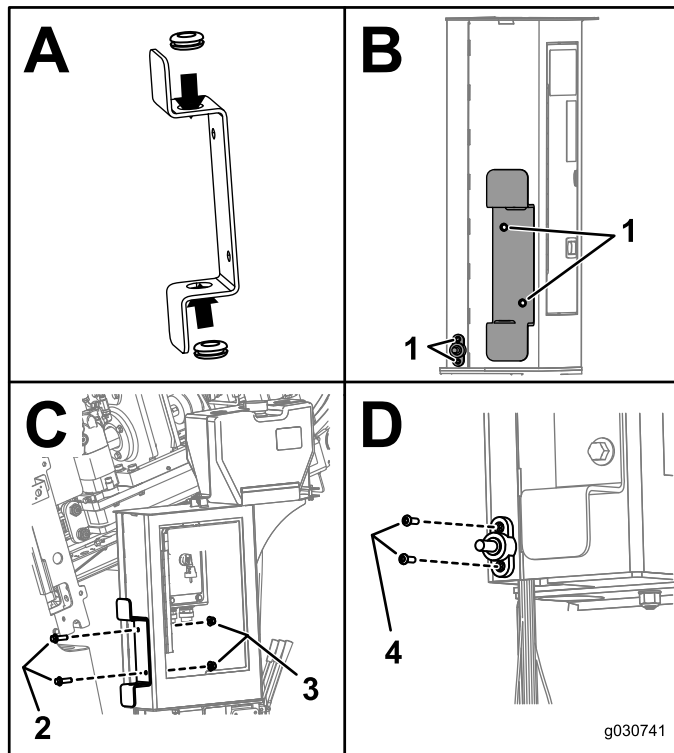

Figura 2
2. Utilizando o suporte e o bloco de junção como guia, marque e execute 4 furos, como mostrado na Caixa B da Figura 2.
3. Fixe os suportes com 2 parafusos (M12) e 2 porcas autotravantes (M12), como mostrado na Caixa C da Figura 2.
5. Fixe o bloco de junção com 2 parafusos (M5) e 2 porcas (M5), como mostrado na Caixa D da Figura 2.
1. Instalar os ilhoses no suporte (Caixa A da Figura 2).